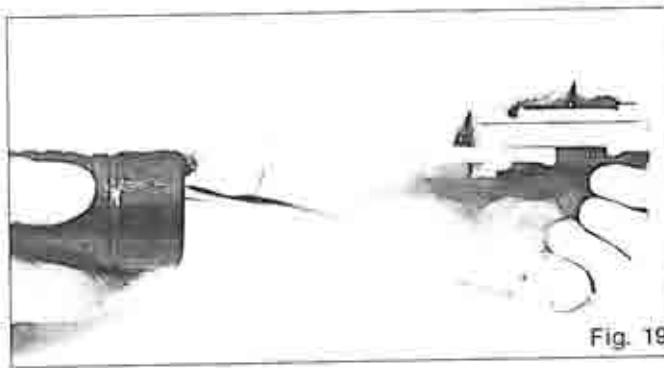

Fig. 19
- g4. Innestare l'asta d'armamento nell'apposito spacco del carrello-otturatore (Fig. 19).
*Insert the connecting rod into its slot on the breech bolt slide (Fig. 19).*
*Insérer la tige d'armement dans la rainure appropriée du chariot-culasse mobile (Fig. 19).*